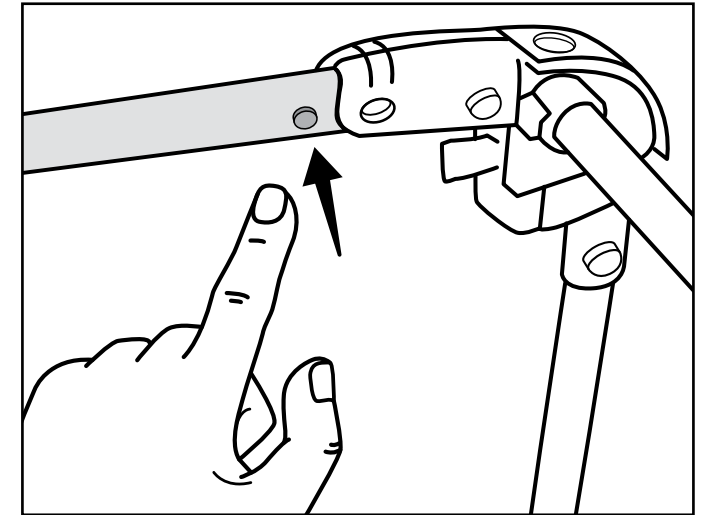
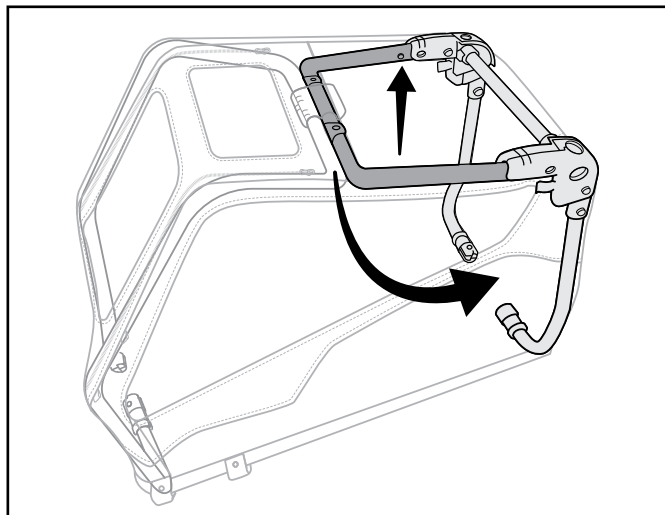

Figure 8
Figure 9
3. À partir de l'arrière de la remorque, enfoncez et maintenez les boutons de cadre droit et gauche (Figure 8), et faites tourner l'élément de cadre central vers le bas jusqu'à ce qu'il s'enclenche en place (Figure 9).